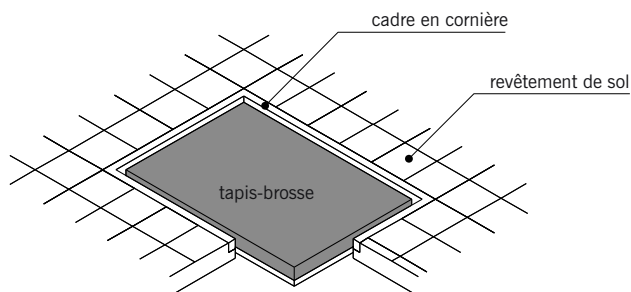

fig. 10.21
■ Le **tapis-brosse** (fig. 10.21) : tapis à poils durs servant à s'essuyer les pieds. Les tapis-brosses sont parfois mis en place dans une réservation laissée dans le sol.